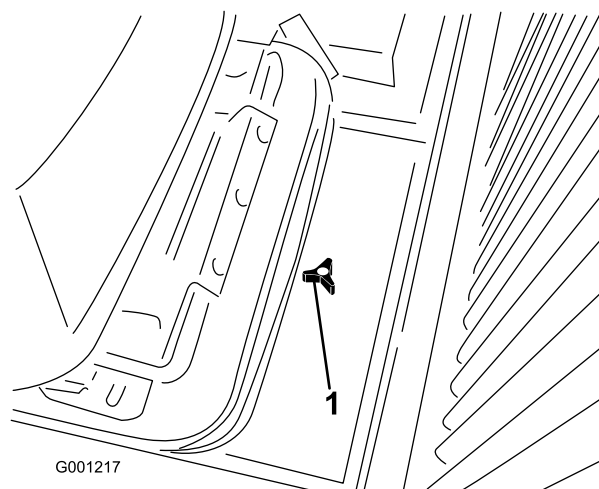

Figura 32
1. Allentate la manopola e togliete il portello di accesso sul retro della piastra di montaggio del sedile (Figura 32).